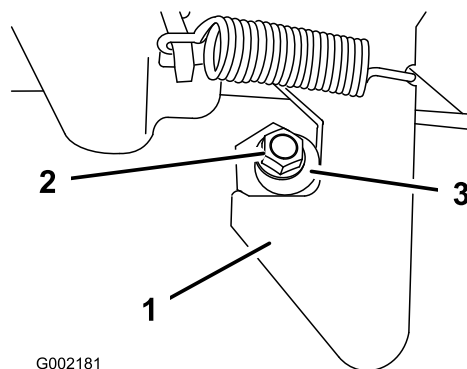

図 29
1. ラッチ・ポストの端についているナット（図 29）をゆるめる。
2. ラッチ・ポストを右回りに回転させてラッチにちょうどはまるようにし、その位置でナットを締める（図 29）。